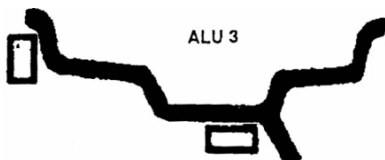

Abbildung 14: Gewichtsbelegungspunkte
Felgendaten eingeben, das Rad manuell drehen, wenn die Anzeige „RUN ---“ anzeigt, lassen Sie das Rad los, damit es sich drehen kann. Wenn auf der Anzeige „STOP“ zu sehen ist, hält das Rad an und die Anzeige stellt die Daten dar. Drehen Sie langsam das Rad, wenn die LEDs der Innenposition alle leuchten (**Abbildung 4: Bedienfeld und Anzeigetafel (10)**), in der 12 Uhr-Position der Felgeninnenseite, klemmen Sie Gewichte entsprechend des Wertes an, der auf der rechten Anzeige angezeigt wird. (**Abbildung 14: Gewichtsbelegung**, links) Drehen Sie dann langsam das Rad, wenn die LEDs der Außenposition alle leuchten (**Abbildung 4: Bedienfeld und Anzeigetafel (11)**), in der 12 Uhr-Position der Felgeninnenseite, hängen Sie Gewichte entsprechend des Wertes an, der auf der linken Anzeige angezeigt wird. (**Abbildung 14: Gewichtsbelegungspunkte**, rechts) Drehen Sie das Rad erneut von Hand, wenn die Anzeige „RUN ---“ anzeigt, lassen Sie das Rad los, damit es sich drehen kann. Wenn die Anzeigen auf beiden Seiten an sind, hält das Rad an und der Wuchtvorgang ist abgeschlossen.